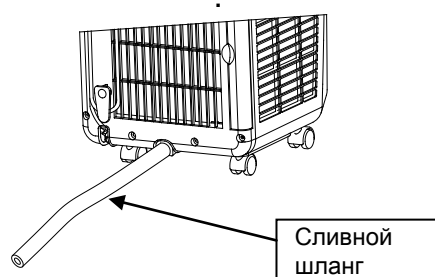

Рисунок 12
2). Вставьте сливной шланг внешнего диаметра 13мм с полихлорвиниловым покрытием в сливное отверстие на 8мм-10мм (рисунок 12);